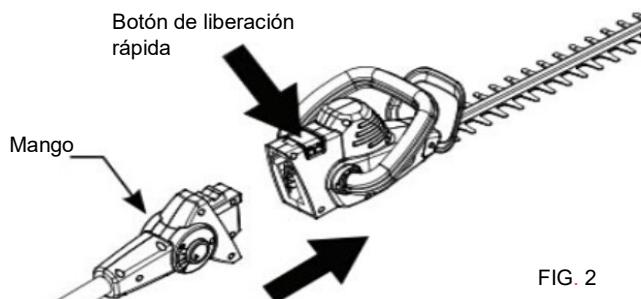

FIG. 2
2. Introduzca el tubo telescopico en el cabezal de corte del cortasetos de tubo. (Fig. 2) Presione el botón de liberación